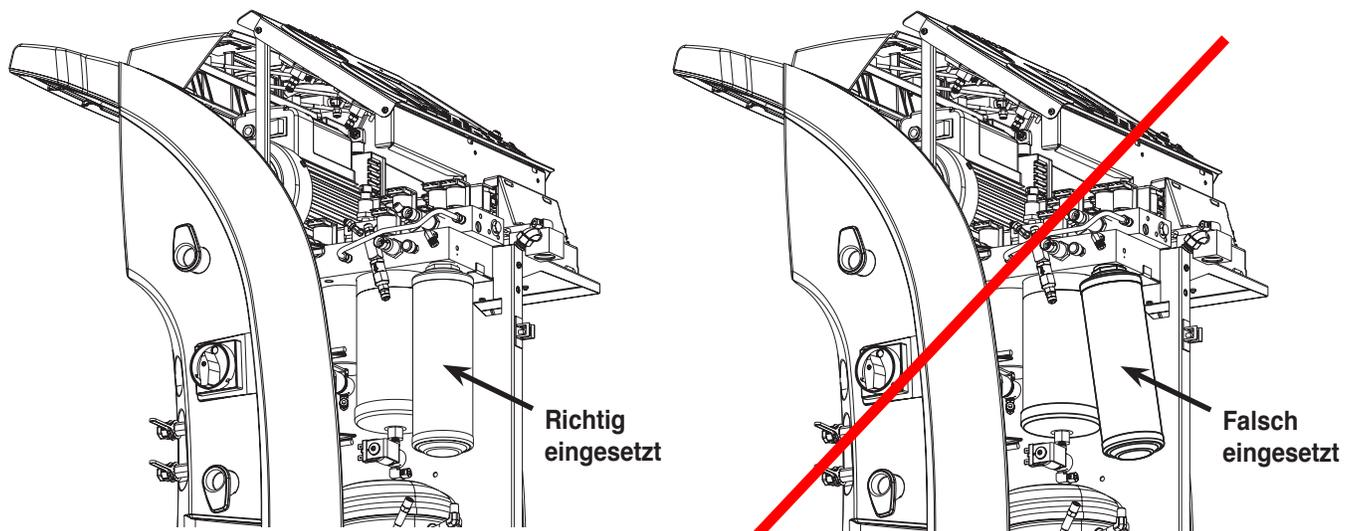

Abbildung 18
6. Den neuen Filter im Uhrzeigersinn einschrauben. Prüfen, ob der Filter richtig sitzt (siehe Abbildung 18). Den Filter mit 20 N•m festschrauben.